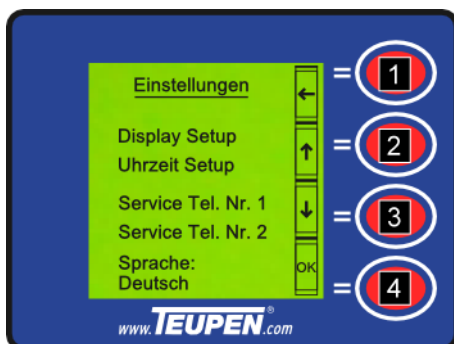

Abb. 77: Sprache einstellen
1. Mit den [Funktionstasten] (Abb. 77/2 und 3) die Sprache auswählen.
2. [Funktionstaste] (Abb. 77/4) drücken.
3. Mit den [Funktionstasten] (Abb. 77/2 und 3) die gewünschte Sprache auswählen.
4. Mit der [Funktionstaste] (Abb. 77/4) die ausgewählte Sprache bestätigen.